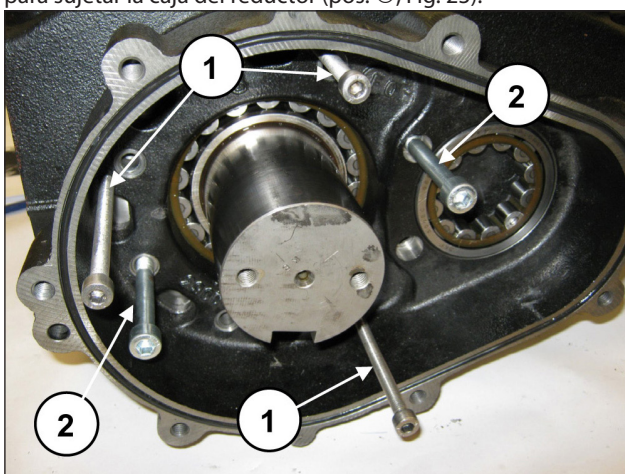

Fig. 23
Enroscar en los orificios específicos 3 tornillos prisioneros o tornillos roscados M8 (pos. ①, Fig. 23) para que actúen de extractores y 2 tornillos M10 lo suficientemente largos como para sujetar la caja del reductor (pos. ②, Fig. 23).